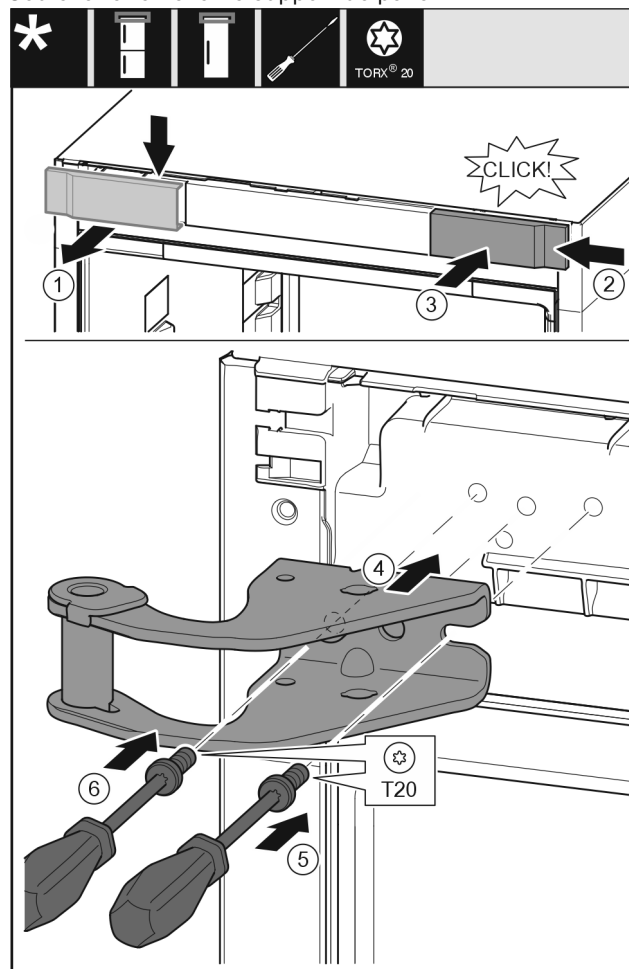

Fig. 12
- Retirer le cache Fig. 12 (1) depuis le haut vers l'avant.
- Accrocher le cache Fig. 12 (2) tourné de 180° de l'autre côté depuis le côté droit.
- Enclencher le cache Fig. 12 (3).
- Poser le support de palier supérieur Fig. 12 (4).
- Poser la vis Fig. 12 (5) avec un tournevis et la serrer.
- Poser la vis Fig. 12 (6) avec un tournevis et la serrer.